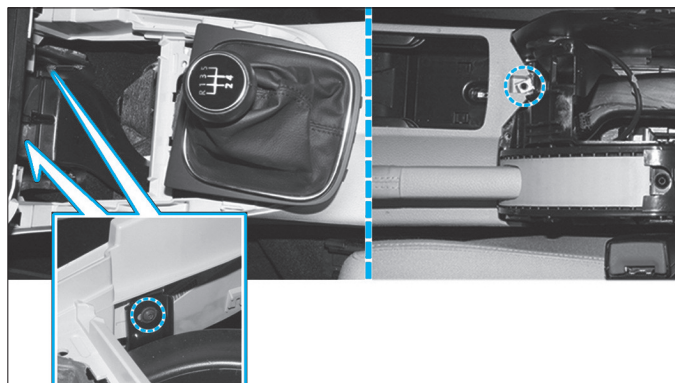

Fig. 20
- les deux vis latérales ainsi que la vis centrale de la console centrale (Fig.20).